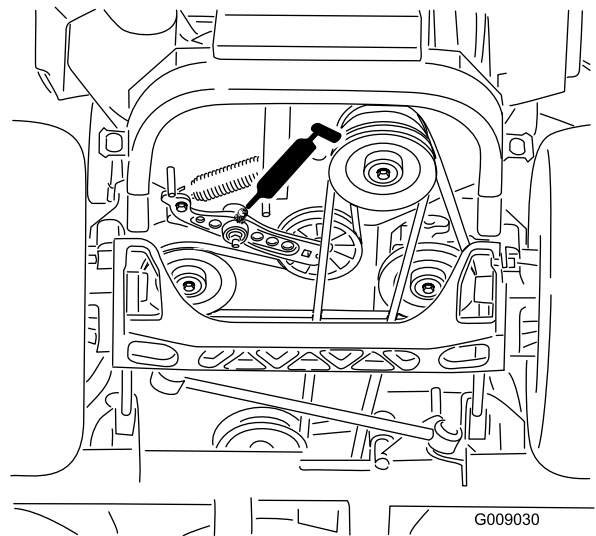

Figura 49
6. Lubrificare il braccio di rinvio della cinghia di trasmissione (Figura 49).